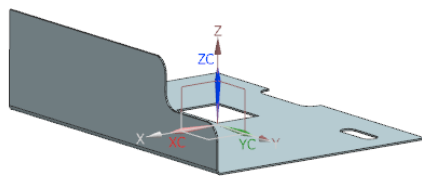

图 5-43 创建法向除料特征
(5) 在“法向除料”对话框中，单击 **< 确定 >** 按钮，创建法向除料特征，如图 5-43 所示。